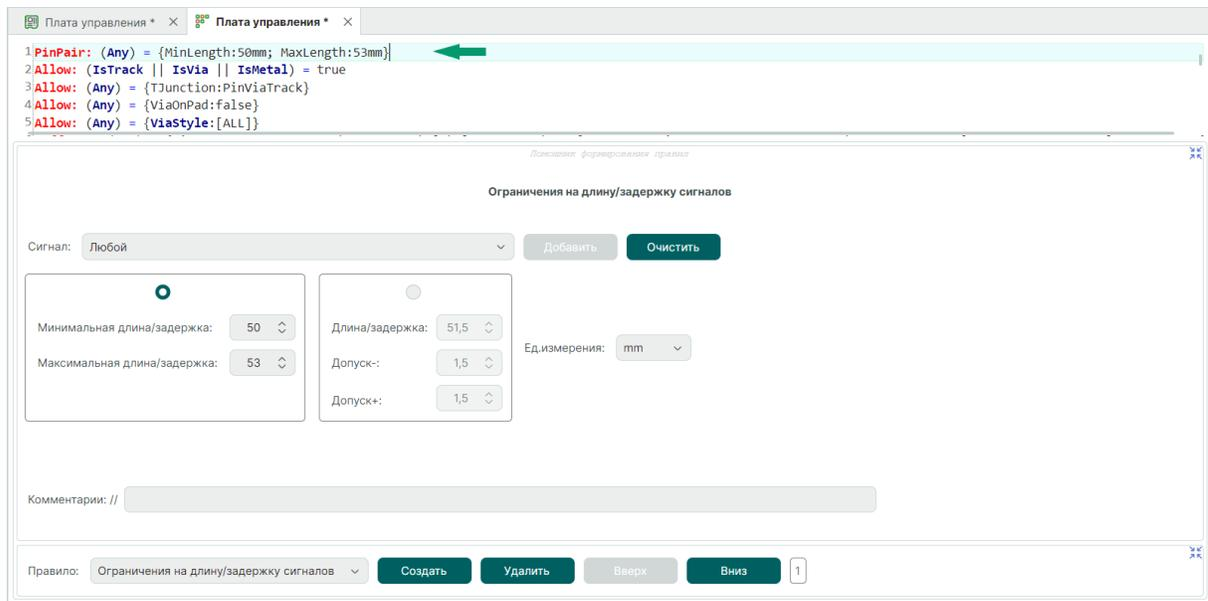

Рис. 382 Пример ограничения на длину/задержку сигналов
2. Добавьте правила, определяющие длину или задержку сигналов в редакторе правил, см. Рис. 382. Подробнее о работе с правилами см. Редактор правил.